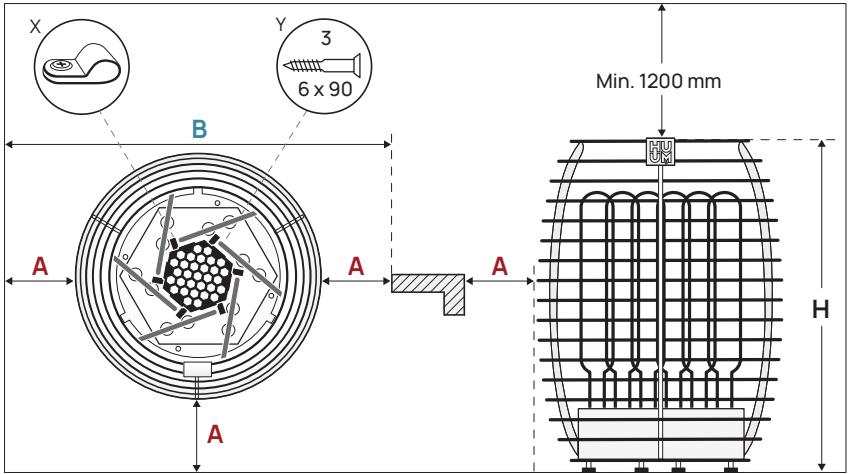

Abbildung 1. Platzierung des Saunaofens
- Überprüfen Sie, ob an der Einbaustelle des Saunaofens die minimalen Sicherheitsabstände eingehalten worden sind? Die minimalen Sicherheitsabstände der Decke der Schwitzstube und der Wände finden sie in der **Tabelle 1** und in der **Abbildung 1**.